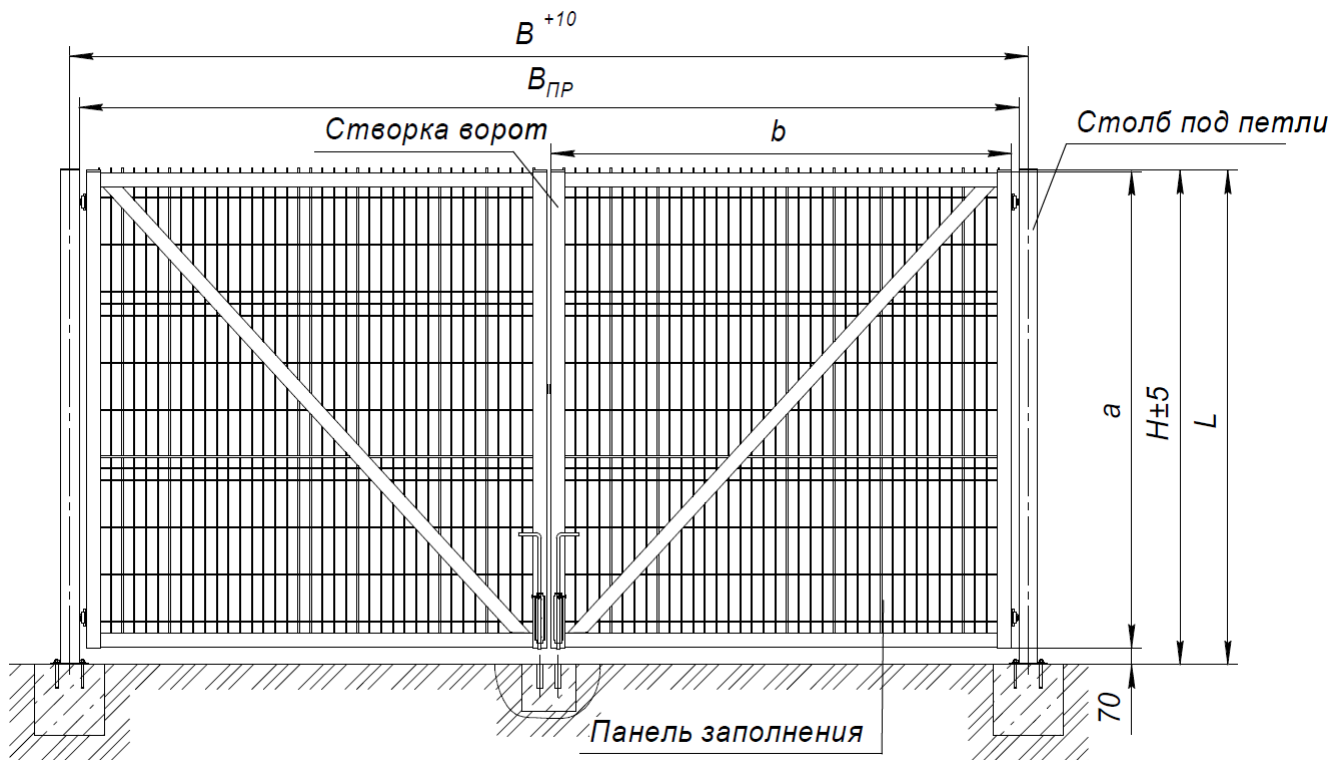

Рис. 1. Ворота распашные со столбами с фланцем
1.2. Ворота состоят из двух столбов и двух створок (рис. 1). Рама створок ворот выполнена из стального профиля сечением 60x40x1,4, заполнение створки сварная сетчатая панель. Крепление створки ворот к каждому из столбов осуществляется посредством петель. Для закрывания ворота оборудуются проушинами под навесной замок.